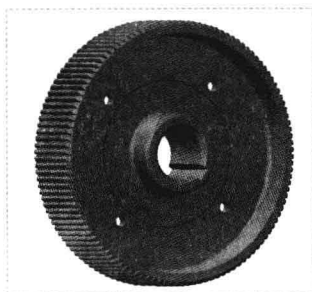

图 9-60 创建下落曲线
Step 08 单击“样式”选项卡“关闭”面板中的“确定”按钮,执行操作后,即可创建下落曲线,如图 9-60 所示。